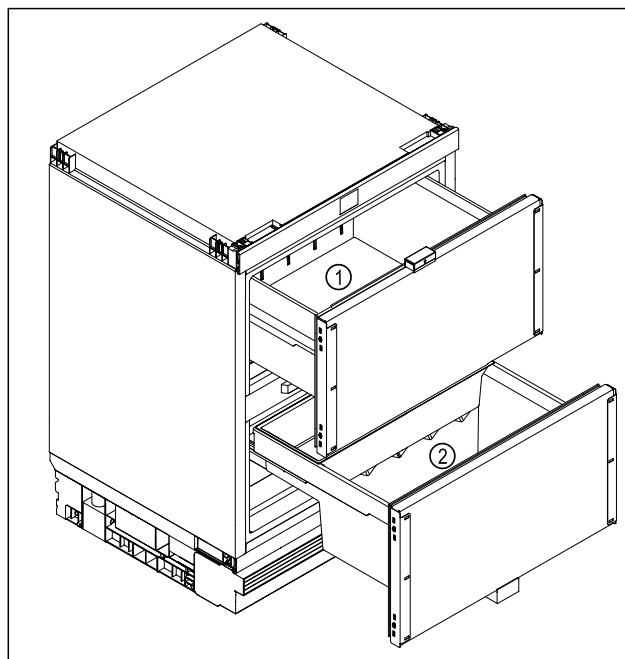

Fig. 39 Príkladné zobrazenie
- Horný vyťahovací vozík Fig. 39 (1): Skladujte ľahko sa kaziace potraviny, ako sú hotové jedlá, ryby, mäsové a salámové výrobky, balené ovocie a zelenina.
- Dolný vyťahovací vozík Fig. 39 (2): Skladujte potraviny citlivé na chlad, ako sú zemiaky, cibuľa alebo tropické ovocie. Skladujte potraviny alebo nápoje, ktoré pri konzumácii nemajú byť príliš studené.